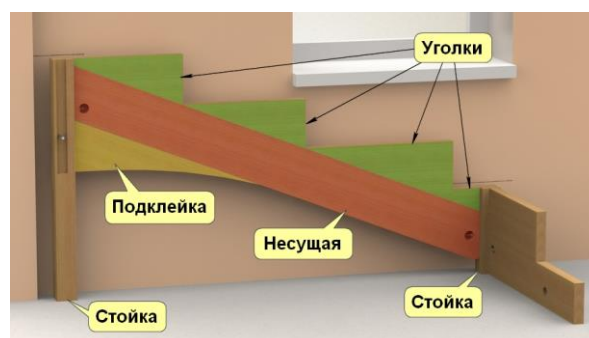

Рисунок 8
3) Косоур «КЗ-2» - поперечный косоур забега (рисунок 8). Он бывает как с подклейкой, так и без неё. Это определяется размером торцов смежных с ним косоуров и глубиной вырезов в несущей. Уголки, наклеенные на его верхнюю грань, обычно, сложной формы и редко бывают одинаковыми.